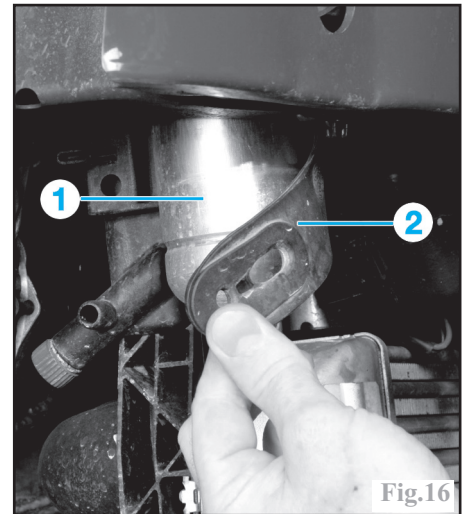

Fig.16
- la sangle (2) et la cartouche déshydratante (1) (Fig.16).